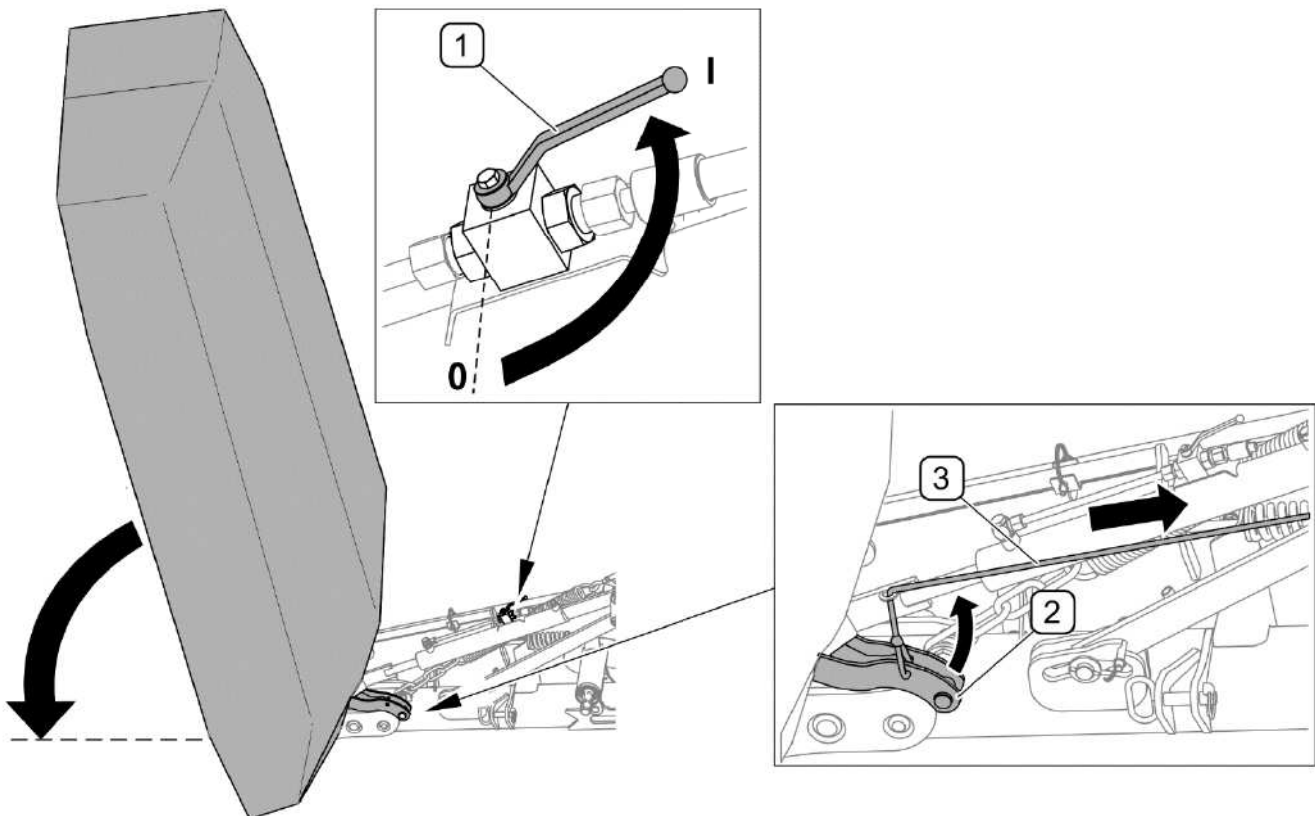

РИСУНОК 4.8 Установка косилки в рабочее положение
Чтобы установить косилку в рабочее положение (РИСУНОК 4.8), необходимо:
- отблокировать клапан (1) гидроцилиндра (РИСУНОК 4.8).
- натянуть тросик (3), отблокировать собачку (2) и, управляя гидравлической системой трактора, опустить несущее плечо вместе с режущим аппаратом таким образом, чтобы режущий брус свободно лег на землю, переключая гидравлический контур трактора в так называемое "плавающее положение".